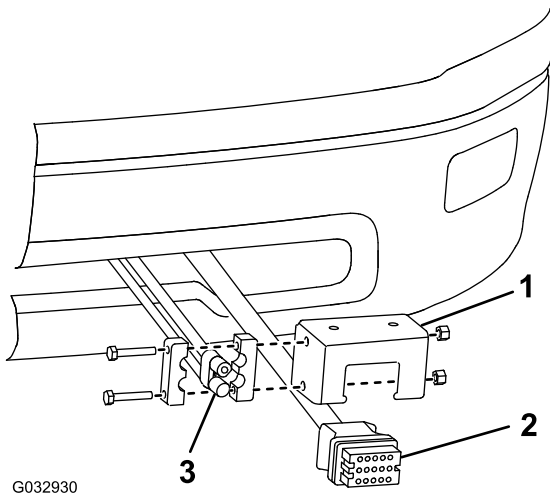

Figura 3
- Monte el conector del quitanieves del arnés de cables del lado de la camioneta en la parte inferior del parachoques usando el soporte de montaje del arnés de control (Figura 3).
19. Monte el conector de corriente/masa negro y rojo en el soporte de montaje del arnés de control (Figura 3).